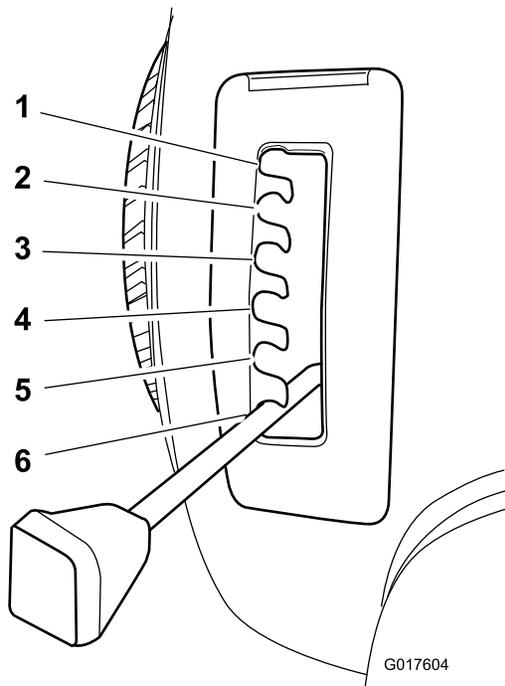

Figura 9
- Tirate la leva di regolazione dell'altezza di taglio sulla macchina e spostatela nella posizione desiderata (Figura 9).